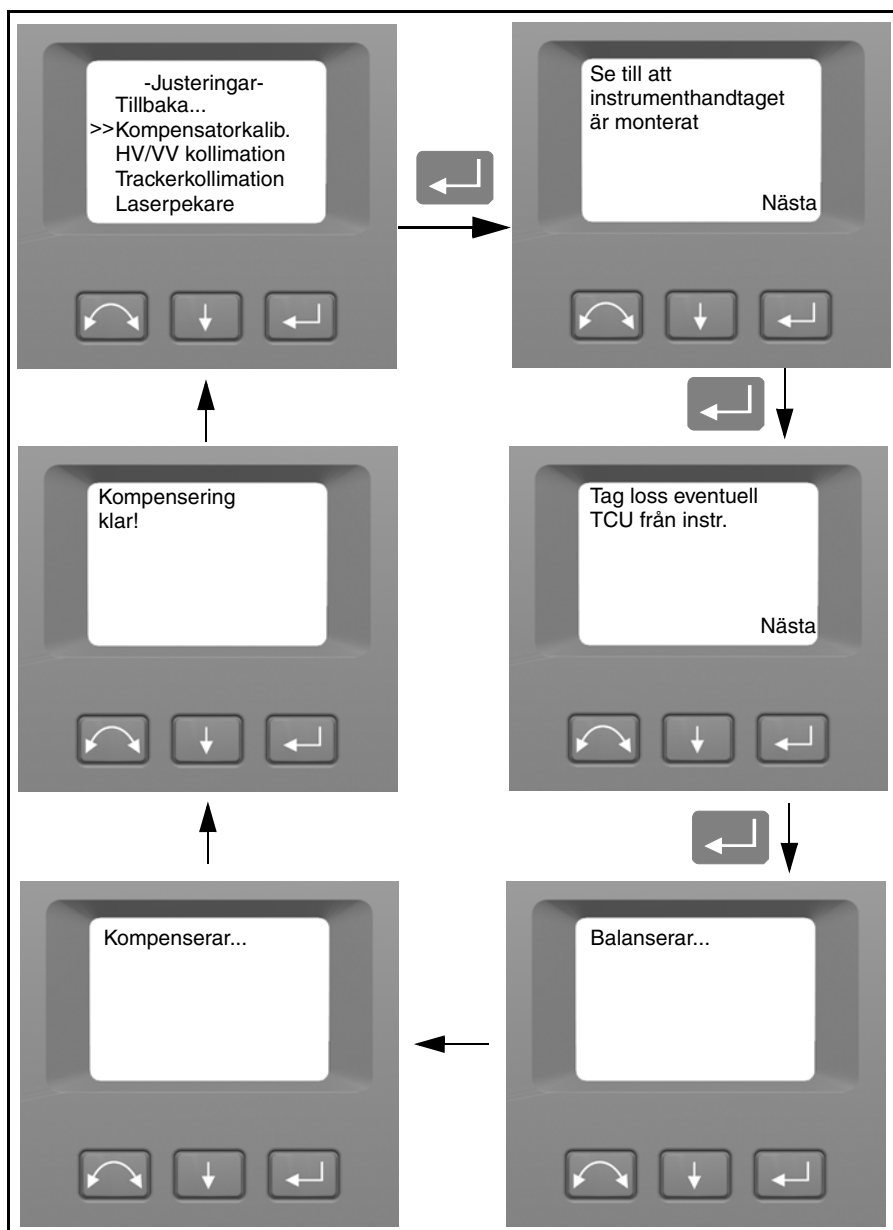

Bild 4.26 Rutin för kompensatorkalibrering
3. Följ instruktionerna på displayen. Bild 4.26.